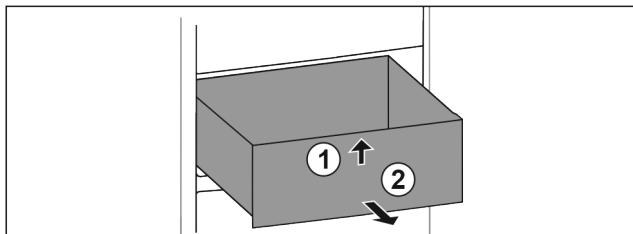

Fig. 95
- ▶ Повдигнете чекмеджето отпред. Fig. 95 (1)
- ▶ Извадете чекмеджето напред. Fig. 95 (2)